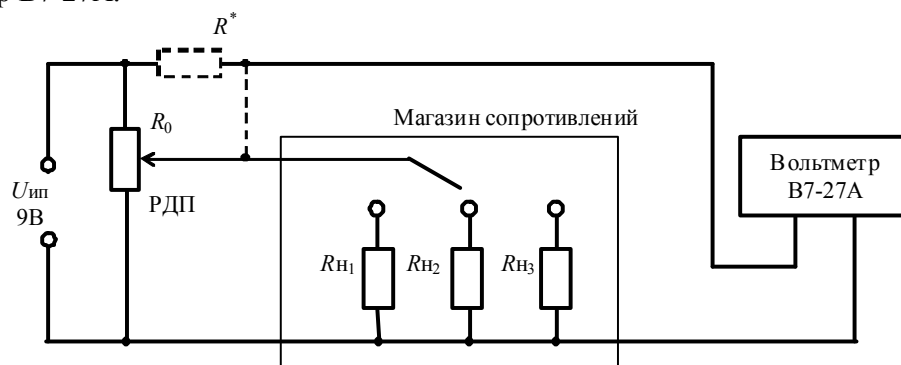

Рис. 1.2. Схема экспериментальной установки
1. РДП со шкалой отсчета и магазином нагрузочных сопротивлений (рис. 1.2),